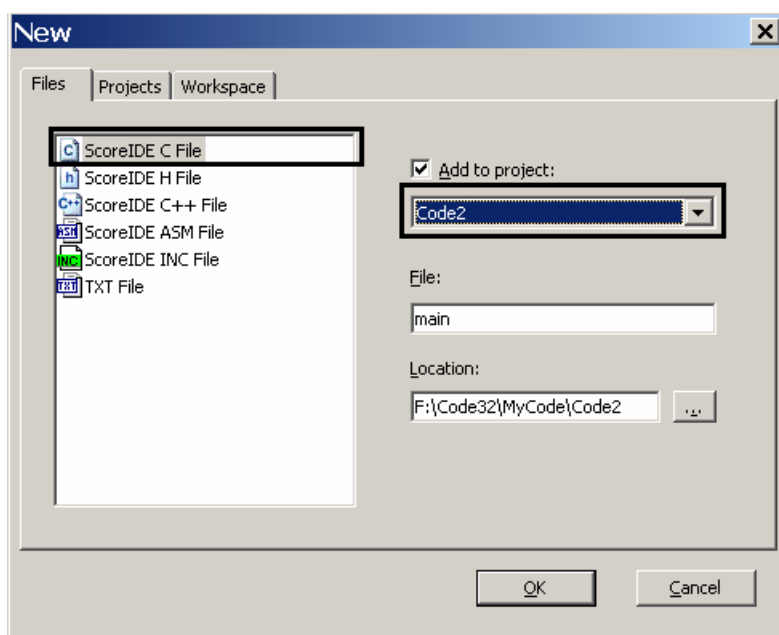

图 5.56 在 Code2 工程里建立文件 main.c
(2) 在 Code2 里新建一个 main.c 文件，如图 5.56。注意 Add to Project 选择 Code2。